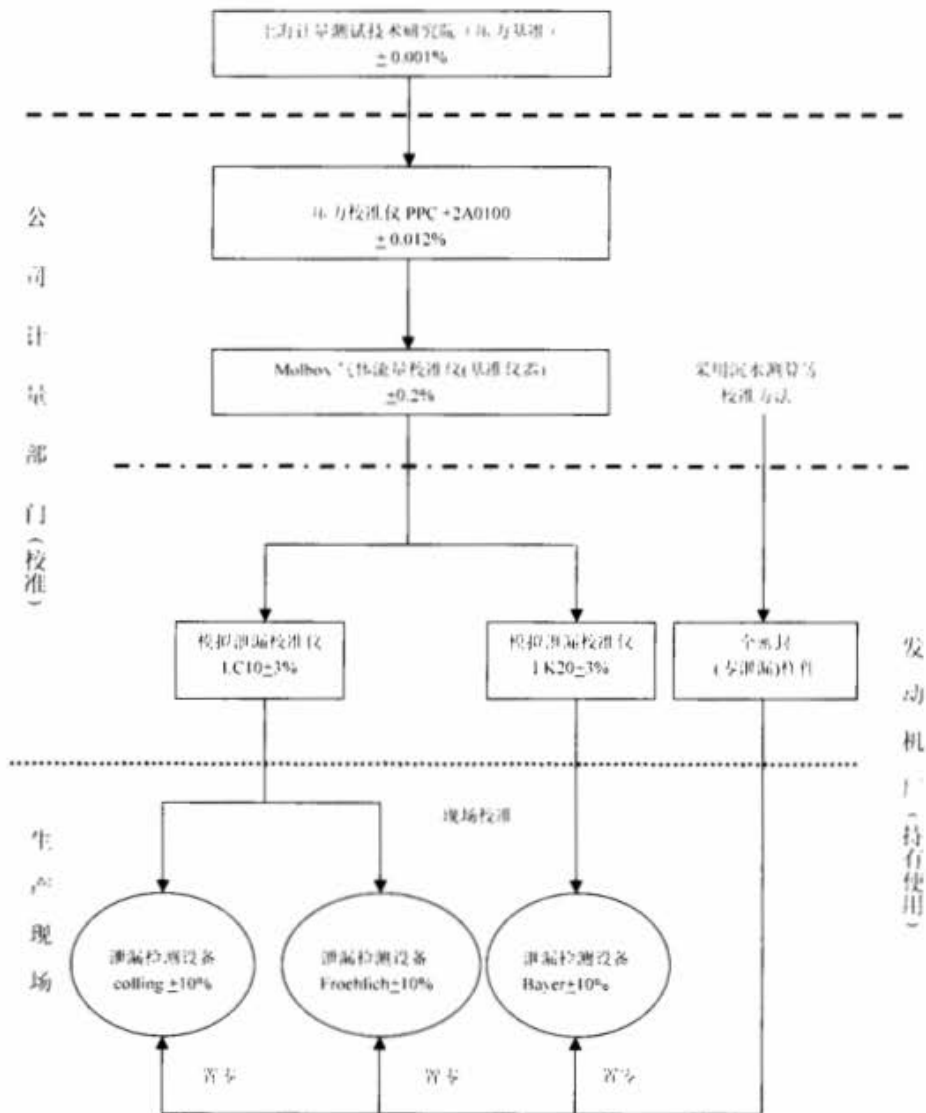

图 2
- 5.3 只有采用了圆度仪精确地测量,才能从四张图上(见图2~图5)明显地看出,钢管的横截面确实(下接P21)